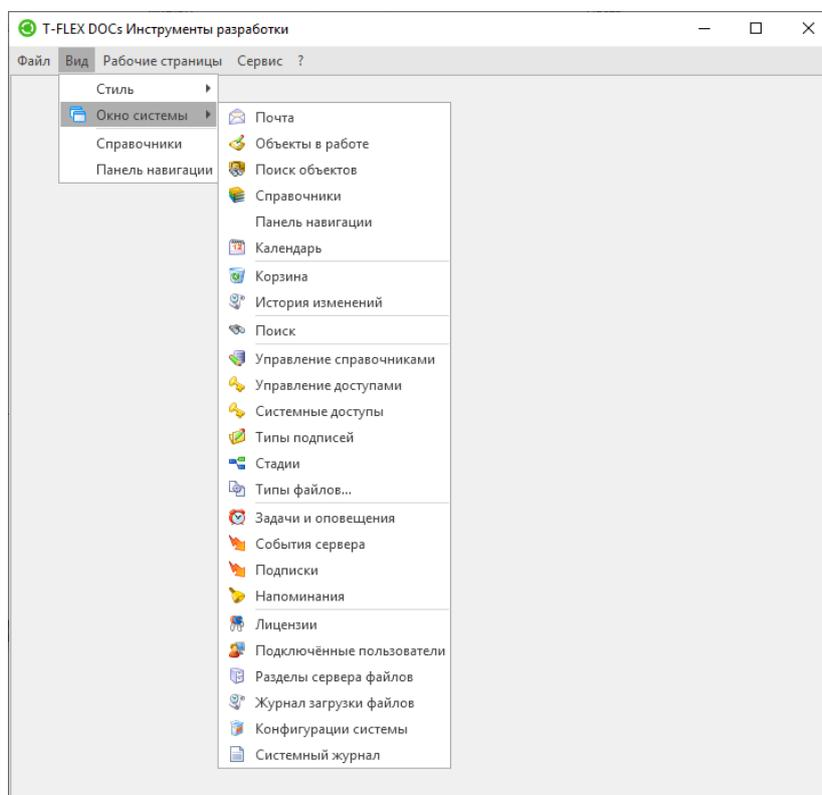

Рис. 1.2. Меню **Вид**, выпадающий список строки **Окно системы** клиента T-FLEX DOCs, открывающий возможность доступа ко всем основным функциям клиента
После успешного входа открывается окно клиента **T-FLEX DOCs 15 Клиент** (рис. 1.2). Сверху, на шапке окна слева, указана конфигурация, под которой был произведен вход (**Инструменты разработки** в данном примере). Доступ к основным функциям клиента возможен через окна, открывающиеся из главного меню вверху: меню **Вид** – строка **Окно системы** – выпадающий список (см. рис. 1.2) [1, 2, 3, 4, 5, 6, 7].
1. Щелкните ЛКМ по строке **Справочники** выпадающего списка меню (см. рис. 1.2).